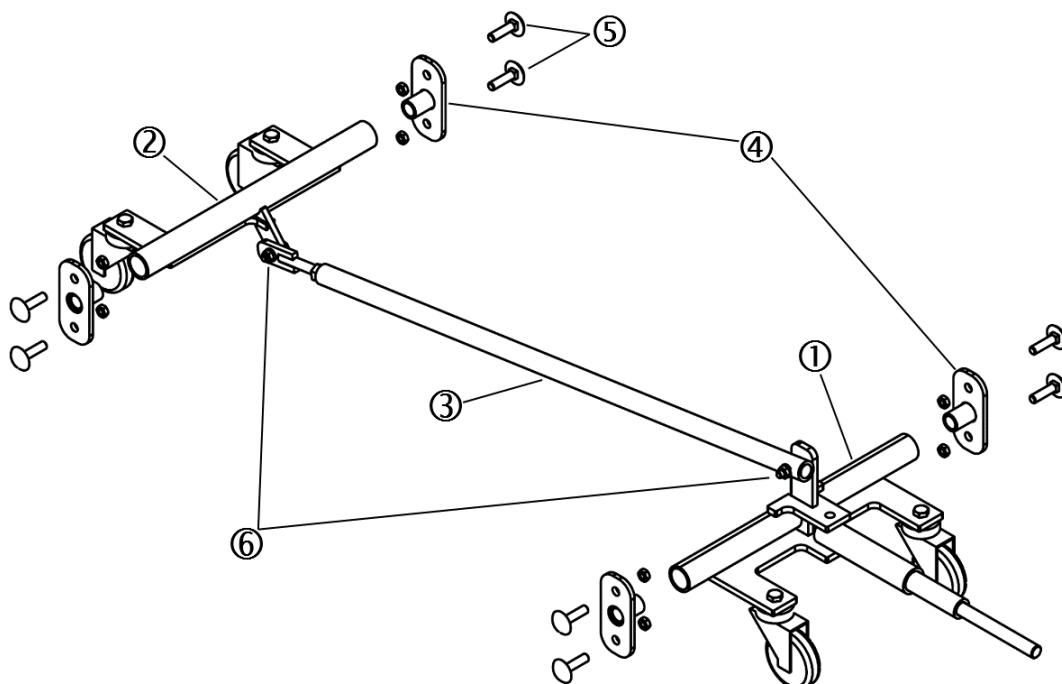

Abb. 5: Montage der Schwenkrollen-Einrichtung
Zur Montage der Schwenkrollen-Einrichtung (Abb. 5) stecken Sie zunächst die Achslager ④ in die Rohrenden der beiden Radsätze ① und ②. Anschließend legen Sie die Radsätze ① und ② gemeinsam mit den Achslagern ④ in das Kastenunterteil. Stecken Sie dabei den Teleskopgriff in die dafür vorgesehene Aussparung in der Stirnwand. Verschrauben Sie dann die Radsätze ① und ② am Kastenunterteil mit den mittels Hammers einzuschlagenden Schlossschrauben und Stopmmuttern ⑤.